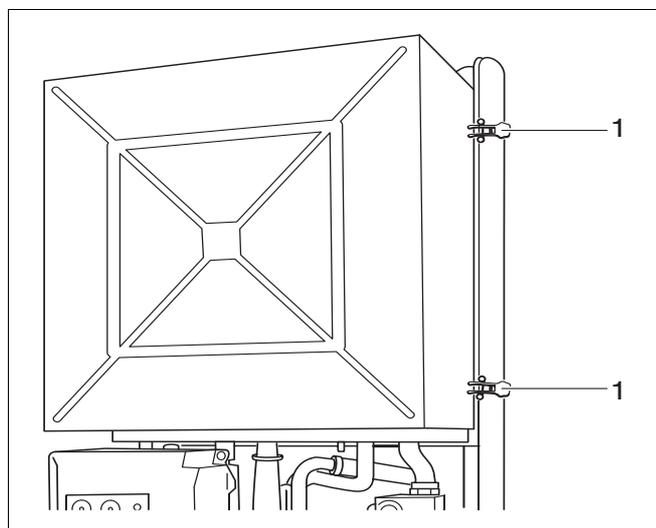

Fig. 32 Togliere il coperchio del vano bruciatore
- Aprire le chiusure a scatto (fig. 32, pos. 1) e togliere il coperchio del vano bruciatore.
- Aprire le chiusure a scatto (fig. 32, pos. 1) e togliere il coperchio del vano del bruciatore.